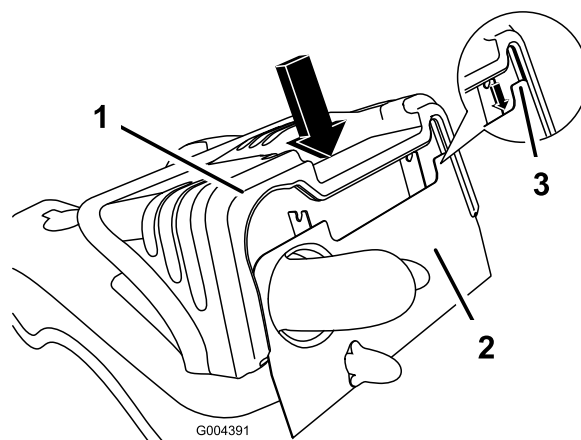

Bild 29
- Richten Sie zum Einbau der Motorhaube den Schlitz in der Haube mit dem Rahmen aus und senken Sie die Haube vorsichtig auf den Rahmen ab (Bild 29). Stellen Sie sicher, dass der Rahmen richtig in der